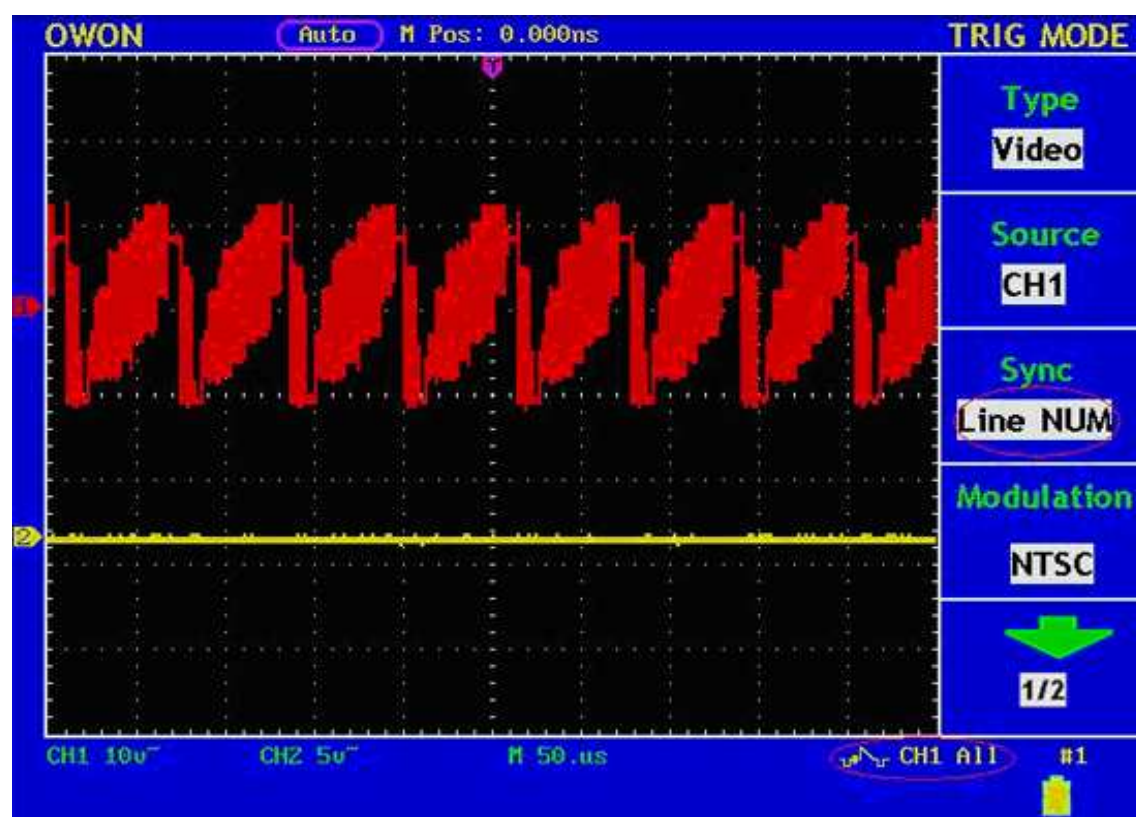

Fig. 35 Line Numでトリガされた波形
8. F3 ボタンを押して、スロープの Line num を選択してください。画面表示が Fig.35 のようになっていることを確認してください。